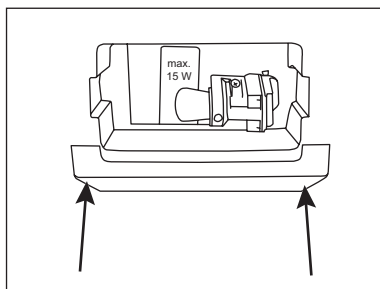

fig. 7
2. Afmonter lysskærmen (fig. 7). Klem lysskærmen sammen, så lysskærmen løsnes fra de to klips.